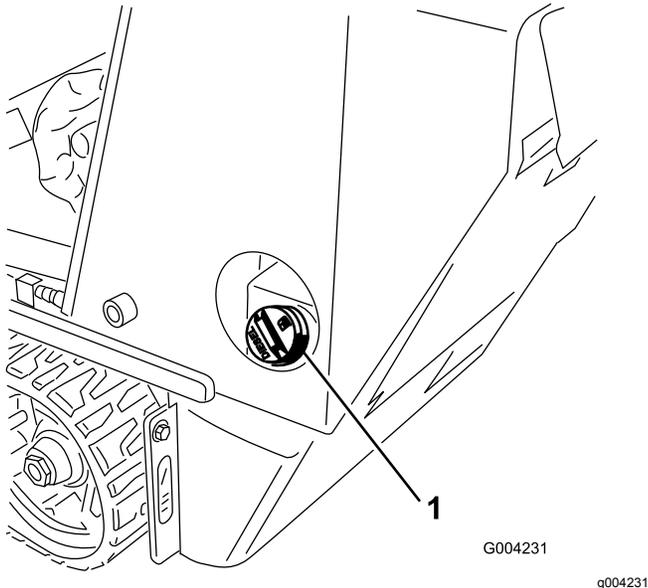

Figura 13
3. Limpie la zona alrededor del tapón del depósito de combustible y retire el tapón (Figura 13).